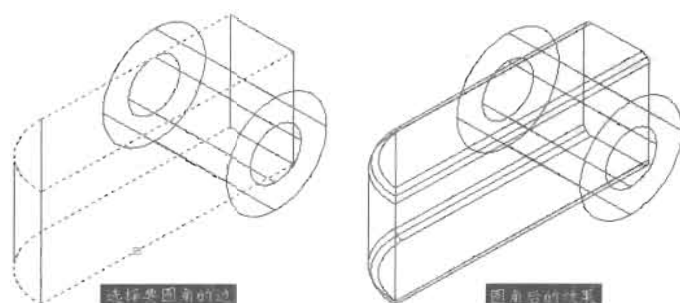

图 14-194
(8) 使用 Fillet 命令对实体的边缘进行圆角, 圆角半径为 1mm, 如图 14-194 所示。